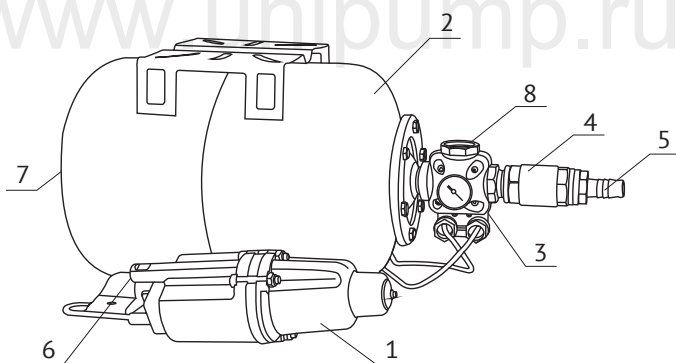

рис. 1
6) При помощи хомута присоедините второй конец шланга к штуцеру 5 (см. рис. 1).
7) Присоедините напорную магистраль к выходному резьбовому отверстию реле давления 8 (см. рис. 1). При монтаже не прилагайте чрезмерных усилий, для уплотнения соединения используйте тефлоновую ленту. Гидроаккумулятор и реле давления должны быть установлены в сухом, хорошо проветриваемом помещении.
8) Перед запуском станции проверьте давление воздуха в гидроаккумуляторе, присоединив к пневмоклапану 7 (см. рис. 1) автомобильный насос с манометром. Величина давления сжатого воздуха в гидроаккумуляторе должна быть 1,5 бар. При необходимости подкачайте воздух, иначе может произойти разрыв мембраны.